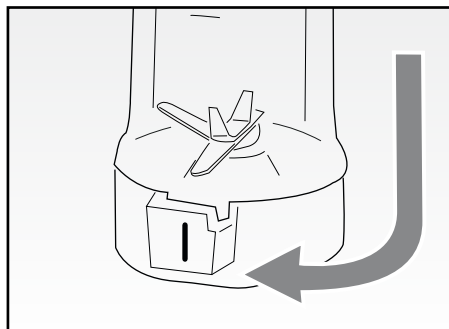

Fig. 6
- Posizionare il gruppo lame (P) sull'apertura del contenitore (N) e ruotare quest'ultimo in senso orario sino al bloccaggio (Fig. 6).